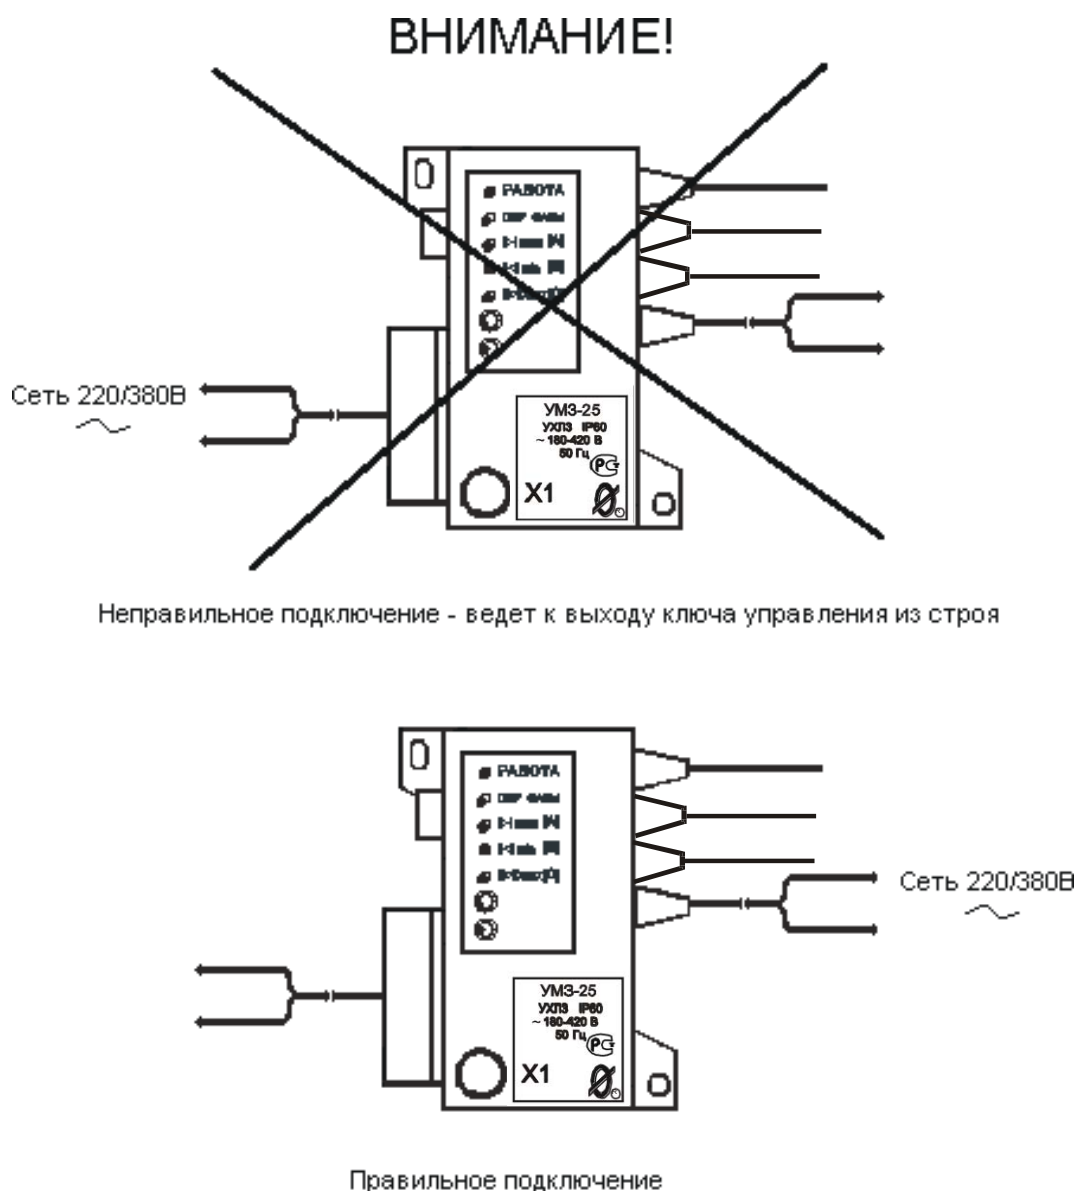

Рисунок 1 – правильное подключение устройства мониторинга и защиты УМЗ.
**Неправильное подключение может привести к полному выходу УМЗ из строя (ознакомьтесь с рис.1 на стр. 2).**